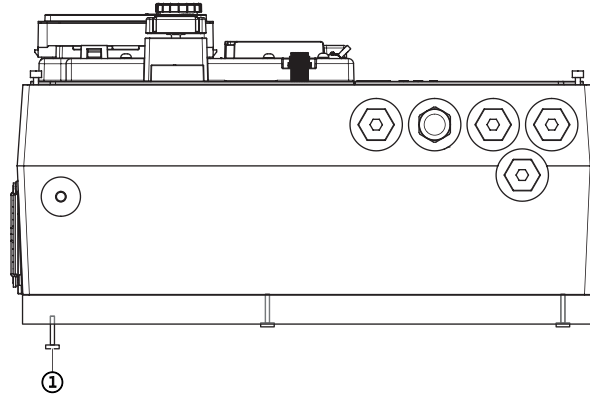

Fig. 115: Adapterilevyn irrottaminen
6. Avaa elektroniikkamoduulin alisivulla (Fig. 115, pos. 1) olevan adapterilevyn ruuvit.